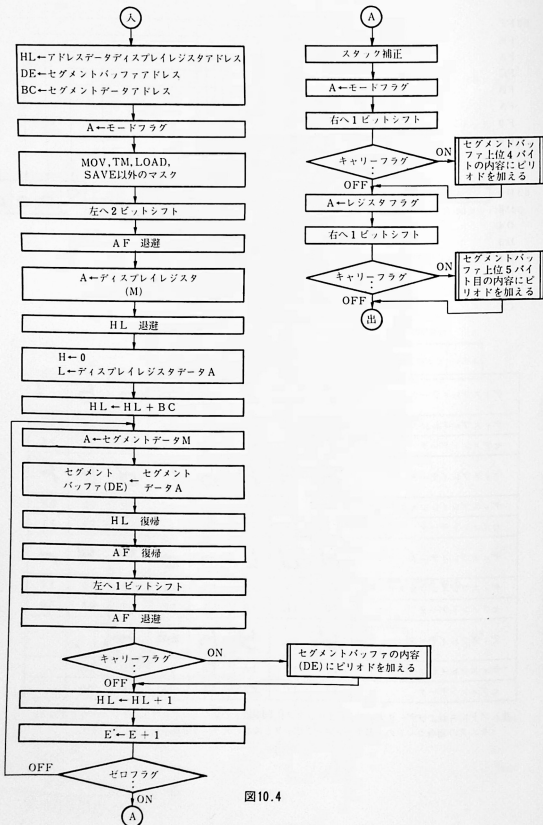

図10.4
(4) フローチャート 図10.4 にフローチャートを示します。